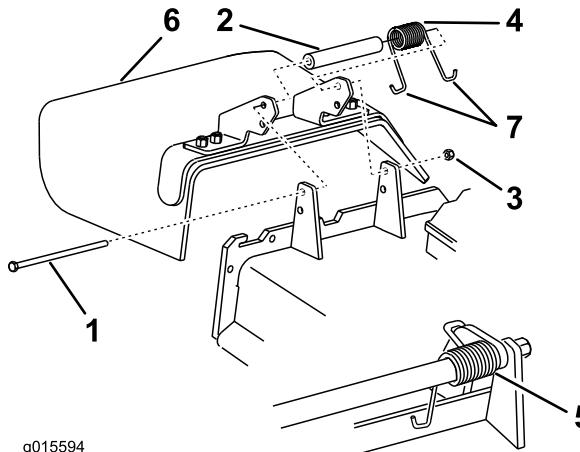

Figura 86
1. Retire la contratuerca, el perno, el muelle y el espaciador que sujetan el deflector a los soportes de pivotе (Figura 86).
2. Retire el deflector de hierba dañado o desgastado (Figura 86).
Nota: Asegúrese de colocar un extremo con gancho en J del muelle detrás del reborde de la carcasa antes de instalar el perno, según se muestra en Figura 86.
6. Coloque 1 extremo en J del muelle alrededor del deflector de hierba (Figura 86).